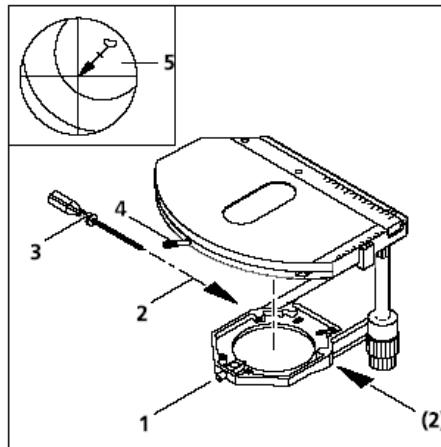

图 3-12 更换可旋转的机械载物台
所有运送给客户的载物台都是预调中的，如载物台有转动时，在焦点中的物体**细节**仍保留在图像的中间。如果载物台转动（图 3-12/5），细节从中心移走，那么有必要重新调中载物台。
- 松开载物台上的夹紧螺杆（图 3-12/4）及载物台托架的螺丝帽（图 3-12/1）。
- 通过转动载物台，确定物体相对于目镜上的十字线的最大位移（图 3-12/5）。
- 用圆头螺丝刀 SW 1.5（图 3-12/3）转动载物台托架（图 1.5-12/2）上的两个调中螺丝，将样片细节向交叉线的中心位移箭头长度的一半。如果转动载物台时，物细节位移到中心以外，重复上述步骤。
- 调中步骤结束后，重新拧紧螺丝帽（图3-12/1）。
- 松开夹紧螺杆，取下调整旋钮上的附加套筒（图 3-12/1）。